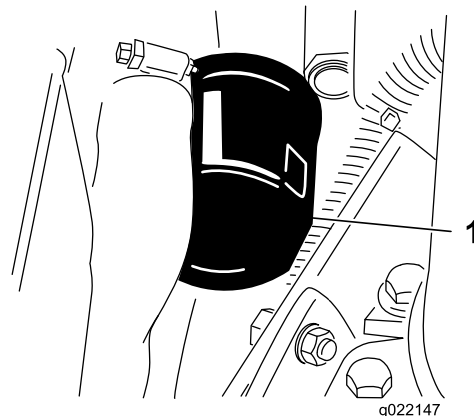

Figure 57
2. Déposez le filtre à huile (Figure 57).